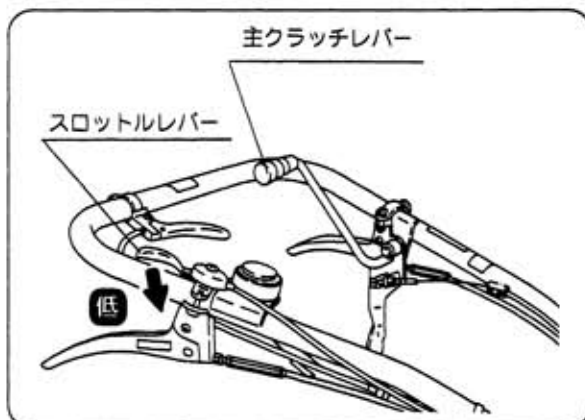

図17
- ② 低速から高速に切換操作は主クラッチを一旦切ってからおこなってください。（図17）